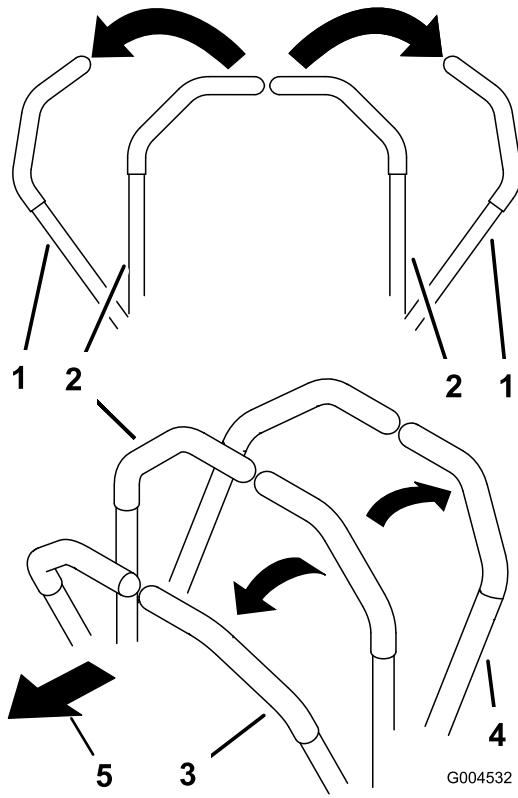

Figure 21
- Pour vous déplacer en ligne droite en marche avant, poussez lentement les leviers de commande de déplacement vers l'avant (Figure 21).
- Pour vous déplacer en ligne droite en marche arrière, tirez doucement les leviers en arrière (Figure 21).
- Pour tourner, ralentissez la machine en tirant les deux leviers en arrière puis poussez en avant le levier du côté opposé à celui que vous voulez prendre (Figure 21).